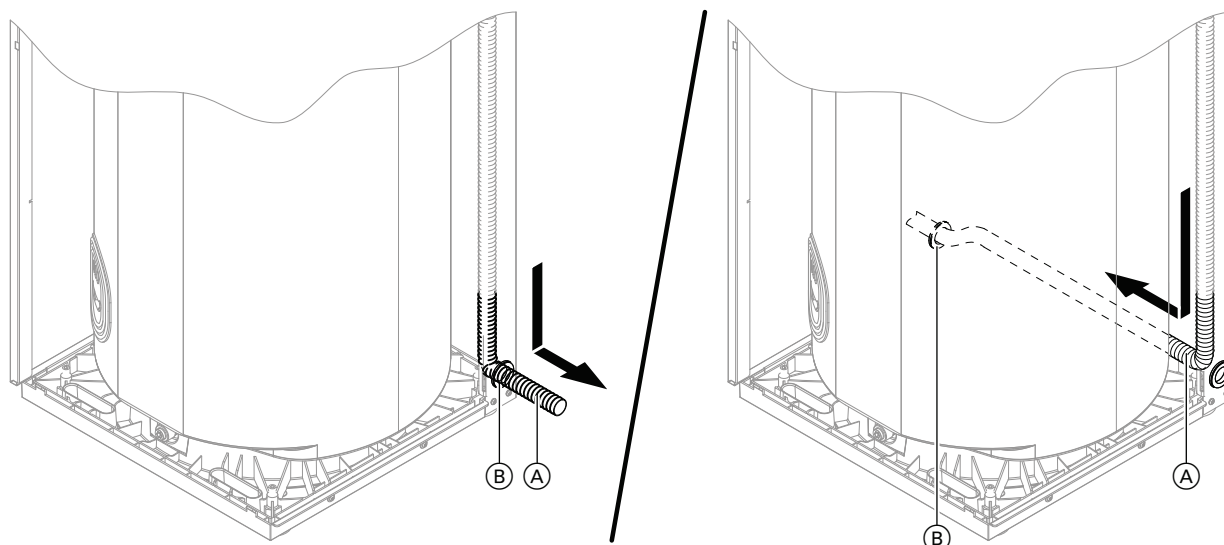

Abb. 26
2. Der dehnbare Ablaufschlauch (A) kann je nach Einbausituation entweder nach links oder rechts über die Tülle (B) aus dem Gerät geführt werden: Siehe Abb. 26.